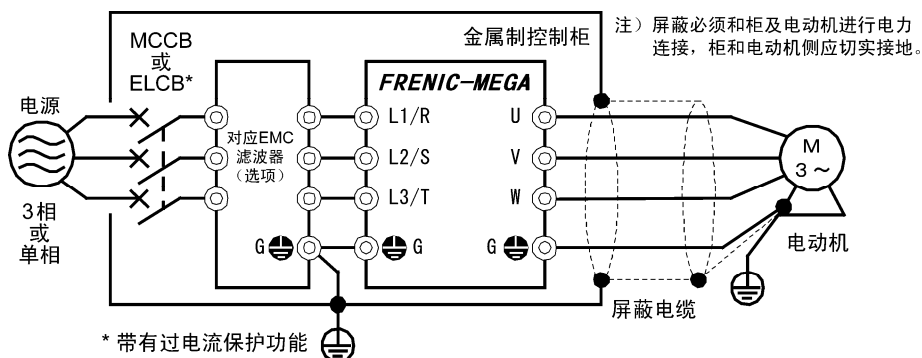

图 9.3 支持 EMC 的滤波器（选件）的设置方法
- 3) 幅射干扰超过规定时，请如图 9.3 所示在金属制的柜内设置变频器和外围设备。